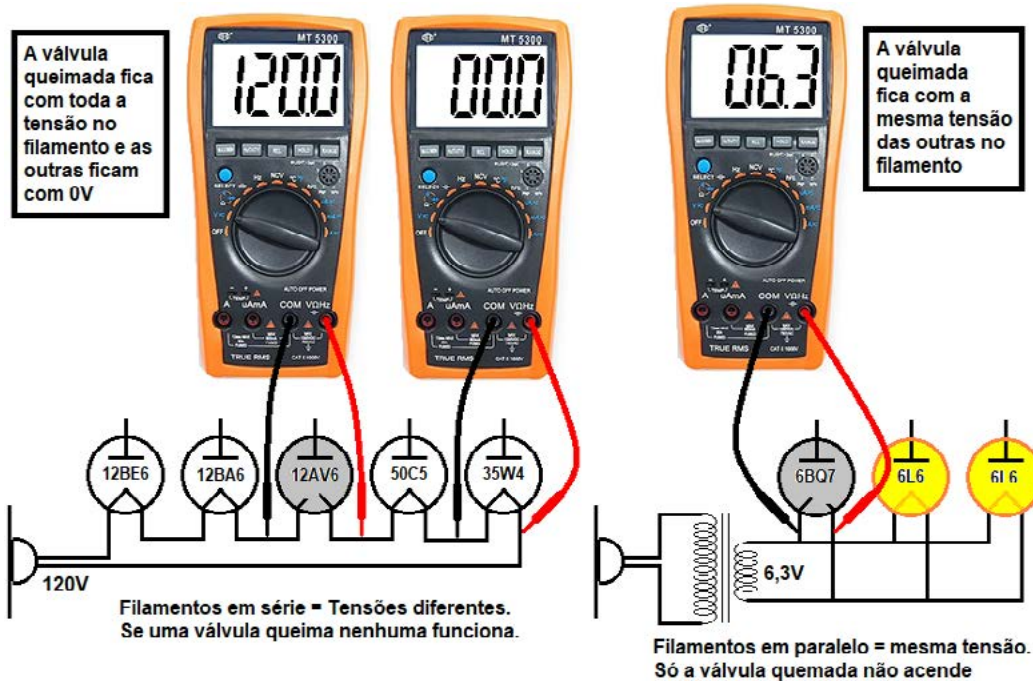

Figura 1
1. Não liga ou liga (painel acende) mas não funciona – Válvula queimada – Se a alimentação dos filamentos for em série, se uma válvula estiver queimada, nenhuma acende e o aparelho não funciona. Neste caso, meça a tensão AC nos terminais do filamento em cada válvula. As boas terão 0 V enquanto a queimada terá toda a tensão da rede (110 ou 127 V). Se a alimentação dos filamentos for em paralelo só a queimada não acende, o aparelho liga, mas não funciona, e com uma inspeção encontramos a válvula apagada. Então medimos a tensão (6 ou 12 V) no filamento e caso exista alguma válvula com tensão entre 6 e 12 V, a válvula está com filamento queimado ou mal contato no soquete. Veja na figura 1 como proceder os testes.